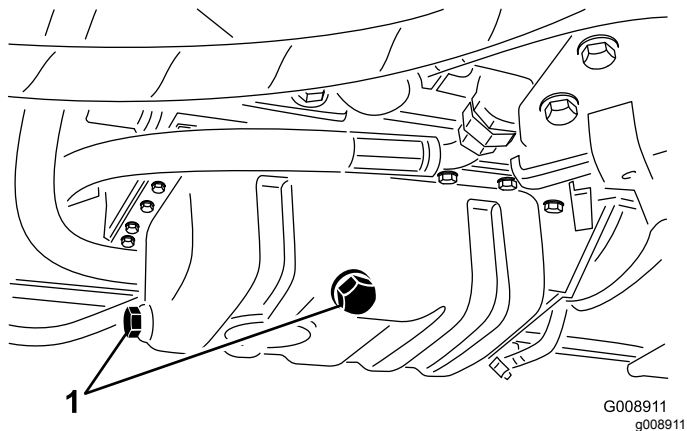

Figure 49
1. Retirez le bouchon de vidange (Figure 49) et laissez couler l'huile dans un bac de vidange.